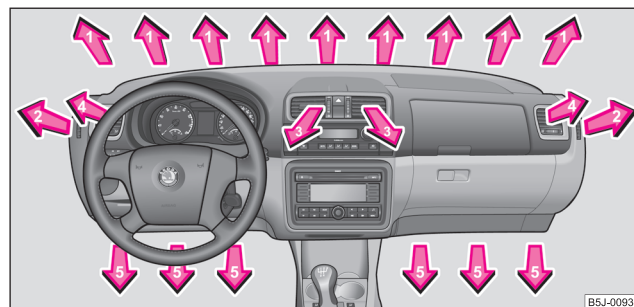

Abb. 82 Luftaustrittsdüsen
- Luftaustrittsdüsen **4** ⇒ Seite 96, Abb. 82 öffnen und zur Seitenscheibe richten.
- Luftaustrittsdüsen 3 und 4  $\rightarrow$  Seite 96, Abb. 82 öffnen.